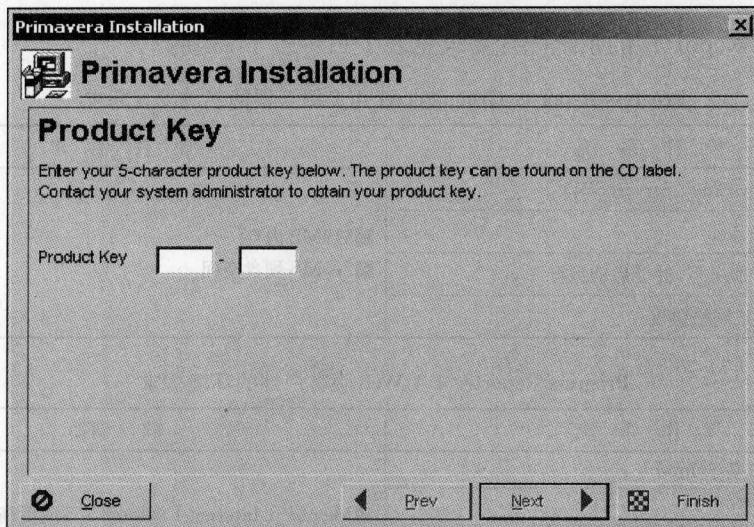

图 1-3 安装产品的 Product key
- 2) 安装产品的 Product key，如图 1-3 所示。